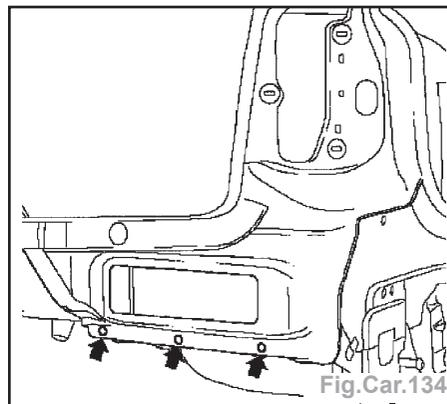

Fig.Car.134
- Pré-percer le plancher ; faire 3 perçages (des deux côtés) (Fig.Car.134).
- Riveter le plancher avec 4 rivets étanches à l'eau (Fig.Car.134).